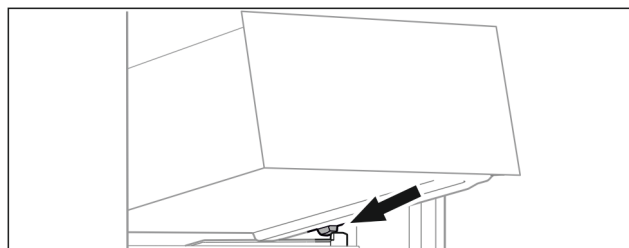

Fig. 96
- ▶ Założyć szufladę pod skosem za stoperami na żebro pojemnika. (patrz Fig. 96)